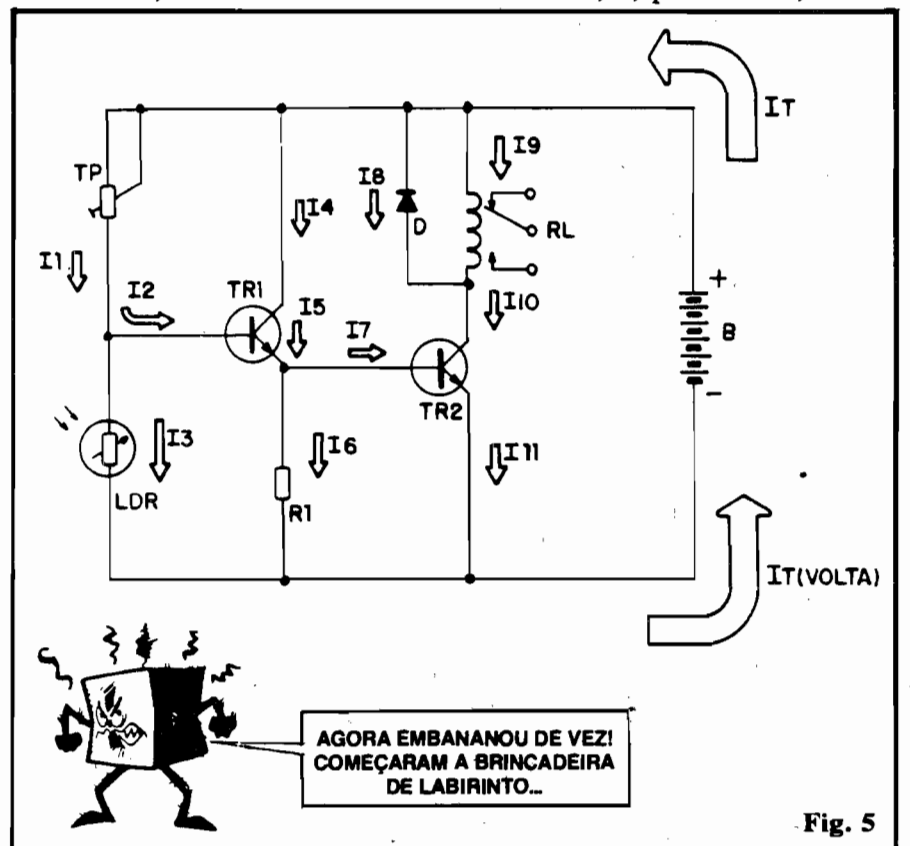
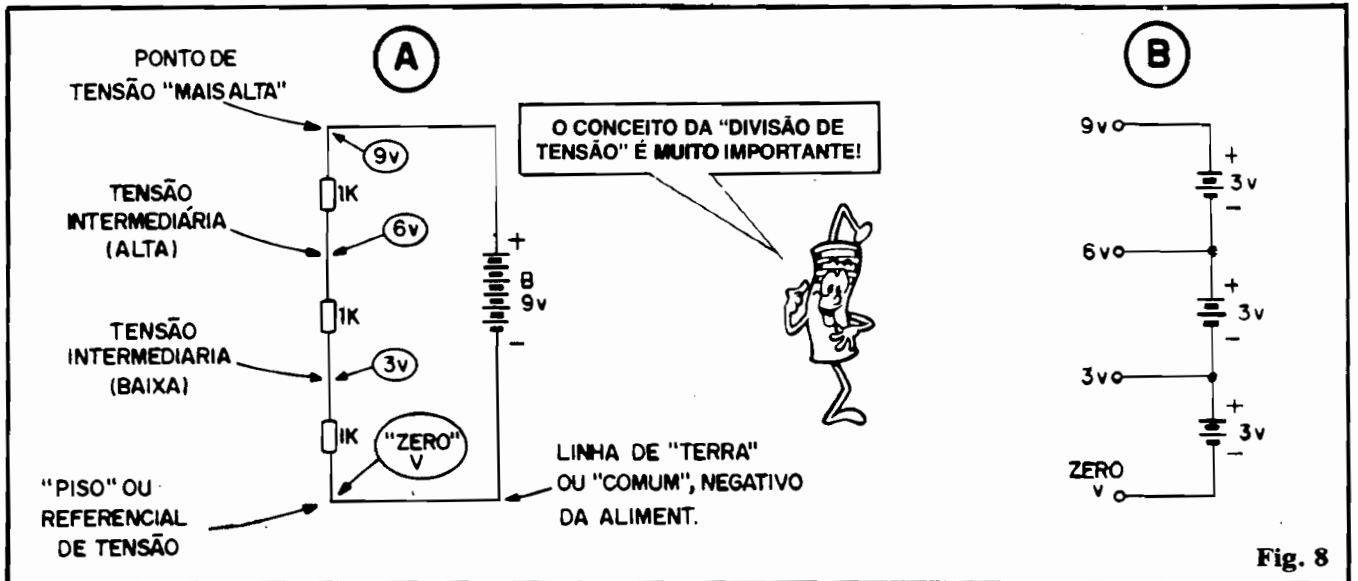

Fig. 5
Fig. 8
- FIG. 5 - OS PERCURSOS DE CORRENTES NO CIRCUITO - Olhem só "quantas" Correntes, em diversos "caminhos" e percursos, se desenvolvem dentro de um circuito tão simples! Vamos dar uma "olhadinha" individual em cada uma delas:
essa grandeza elétrica tem no funcionamento de qualquer organização circuital! Se intercalarmos um galvanômetro, na função de **MEDIDOR DE CORRENTE**, em qualquer dos pontos/percursos indicados na fig. 5, podemos avaliar **in loco** e "ao vivo" (com o circuito realmente **funcionando**...) tais Correntes, e das leituras inferir "um monte" de informações fundamentais...!
- Primeiro observamos com atenção o "esquema" do circuito, buscando os percursos elementares de Corrente (como na fig. 5).
- **FIG. 8 - A DIVISÃO DA TENSÃO** - Vimos, nos exemplos dados a partir da fig. 5 e explicações adjacentes, que a Corrente **pode** (e costumeiramente **o faz**, nos arranjos circuitais...) se "dividir" em inúmeros "caminhos" ou "percursos"... "Coisa" parecida se dá com a Tensão, que também pode se "dividir" num arranjo ou conjunto de componentes/blocos circuitais! Entretanto, ao invés de se "dividir em caminhos" (como faz a Corrente...) a Tensão se "divide em degraus"! Pode parecer um conceito um pouquinho difícil de "pegar", a princípio, mas logo o Leitor/"Aluno" intuirá o assunto, passando a interpretá-lo com grande facilidade... Observem, inicialmente, a fig. 8-A, onde três resistores, de 1K cada um, estão "enfileirados", constituindo o "percurso" para a
Corrente originada em uma bateria de 9V... Sempre levando em conta que atribuímos um referencial de "zero" para a linha correspondente ao **negativo** da fonte de energia, teremos (e medindo "lá", **in loco**, comprovaremos isso...) nada menos do que **três** diferentes "degraus" de Tensão: um de 3V, um de 6V e o mais alto, de 9V...! O quê os resistores "fazem" no arranjo...? Determinam - como já aprendemos - "dificultações" à livre passagem da Corrente, e com isso estabelecem diferentes níveis de "pressão elétrica" nos pontos intermediários da "pilha"...! Tudo se passa - no exemplo dado - como se tivéssemos não uma fonte única de 9V, mas três fontes de 3V cada, devidamente "empilhadas", conforme sugere o diagrama 8-B...! Notem que os exemplos da fig. 8 constituem uma "armação" básica e elemental, destinada apenas a facilitar o entendimento inicial do "Aluno", porém, qualquer que seja a circunstância de interligação de componentes, peças, blocos circuitais, etc., a uma fonte de energia, enquanto a **CORRENTE** se "divide em caminhos", a **TENSÃO** se "divide em degraus"... Não se esqueçam **DISSO**!